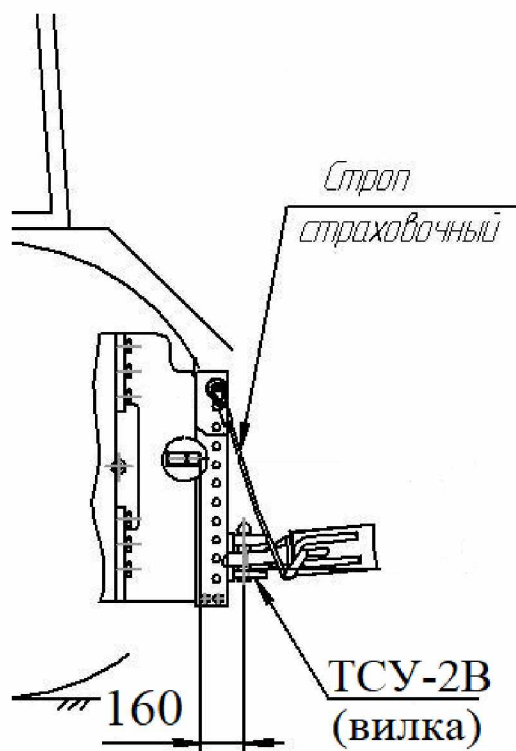

Рисунок 5.1 – Схема агрегатирования с трактором
4.2 При агрегатировании полуприцепа с трактором необходимо сцепную петлю соединить с ТСУ-2 (гидрокрюк) или ТСУ-2В(вилка) трактора, а страховочные стропы подсоединить к местам крепления на тракторе (рисунок 5.1).
- соединить сцепную петлю полуприцепа с ТСУ трактора и закрепить страховочные стропы к месту крепления на тракторе (рисунок 5.1);